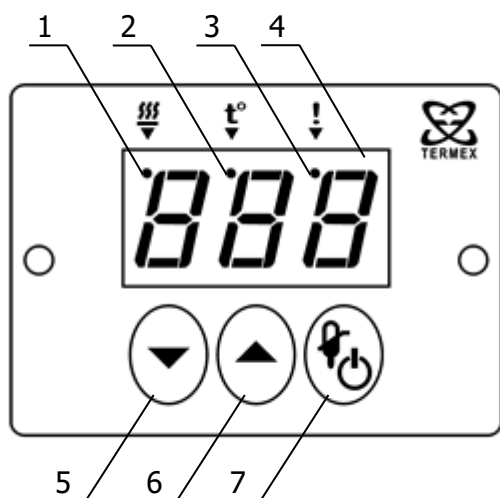

Рисунок 2 — Лицевая панель регулятора
2.3.1 После подключения сетевого кабеля бани к электрической сети регулятор температуры переходит в режим ожидания. В этом режиме светодиодное табло 4 (рисунок 2) погашено, индикатор 3 периодически загорается на непродолжительное время. Регулятор температуры не реагирует на органы управления, за исключением кнопки включения 7.
- одновременно нажать кнопки 5 и 6 (рисунок 2). На светодиодном табло 4 отобразится номер текущей программы регулирования: «ПГ1» (вода) или «ПГ2» (ПМС-100);
2.5.1 Для входа в режим установки температуры кратковременно нажать кнопку 7 (рисунок 2). Загорится индикатор режима ввода уставки 2 и на табло 4 появится текущее значение установленной температуры регулирования.
- нажать и удерживать кнопку 6 (рисунок 2) в нажатом состоянии до появления на светодиодном табло 4 надписи «Cor»;